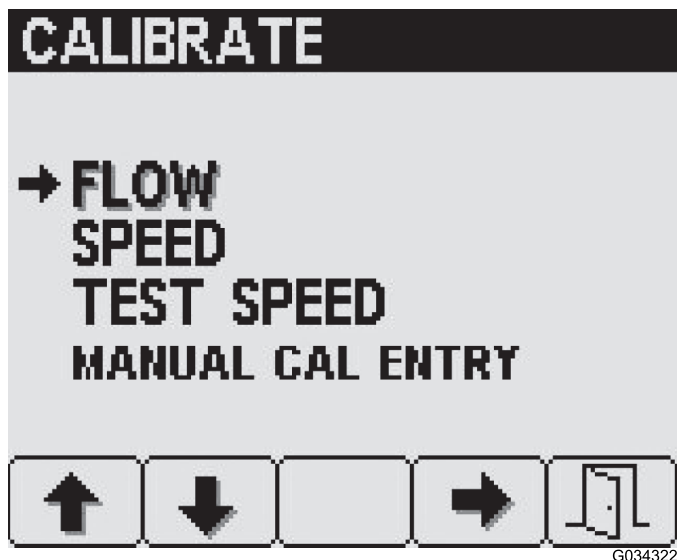

Figura 21
2. Para aceder ao ecrã de fluxo, prima o botão 4 no ecrã de fluxo (Figura 21) para seleccionar fluxo.
2. Para aceder ao ecrã de velocidade, prima o botão 2 no ecrã de calibração até chegar à opção de velocidade, depois prima o botão 4 (Figura 21) para seleccionar.